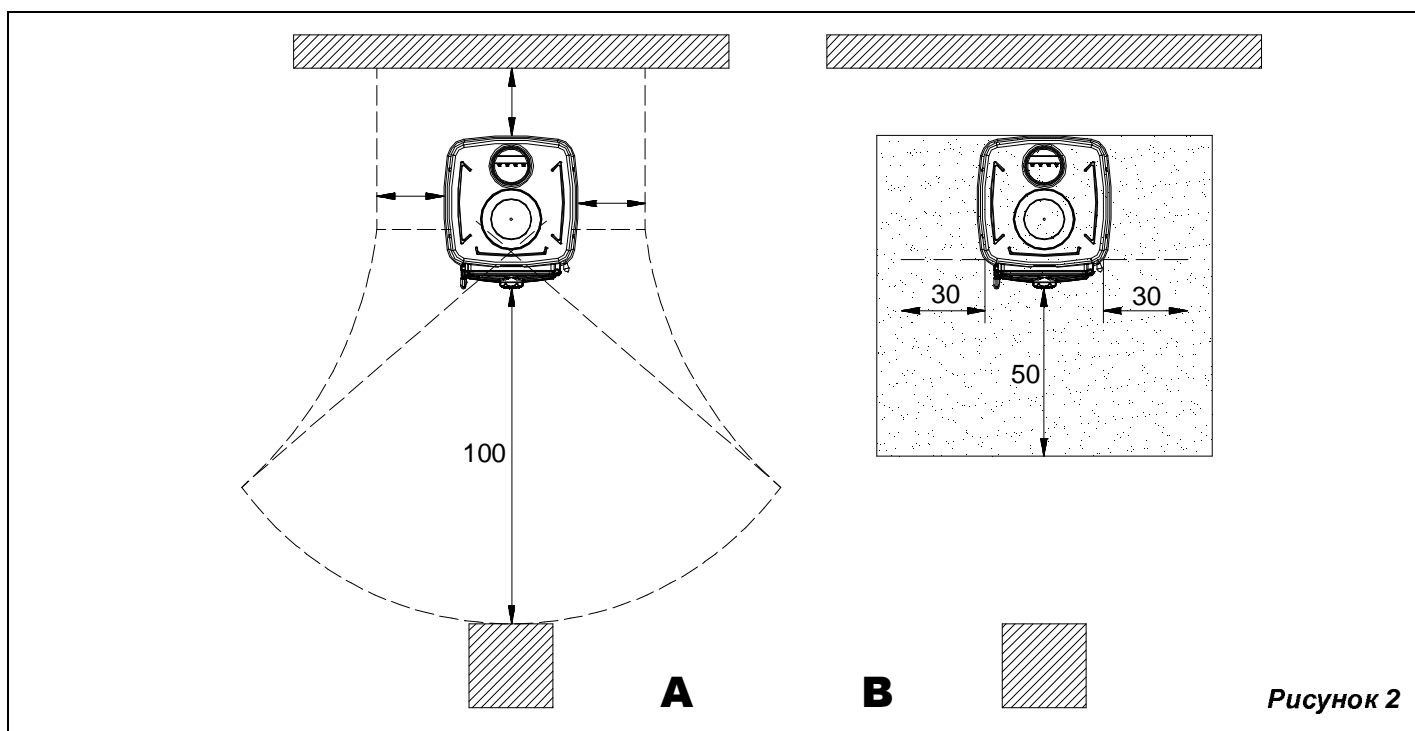

Рисунок 2
(смотреть Рисунок 2 - А). Все минимальные безопасные расстояния указаны на техническом щитке с номинальными данными изделия и должны быть в точности соблюдены.
- c) в случае установки печи на легковоспламеняющемся полу, необходимо заранее установить подстилающий слой из огнеупорного материала. **Напольные покрытия из воспламеняющегося материала**, например, ковровое покрытие, паркет, пробковое покрытие и т.д., **должны быть заменены** слоем невоспламеняющегося материала, например, из керамики, камня, стекла, стали и т.д.. (размеры на основе региональных нормативов). Данный подстилающий слой должен выступать из-под установки минимум на **50 см** сзади, по бокам на **30 см** и спереди минимум на **50 см** сверх размаха крышки топки (смотреть Рисунок 2 В).